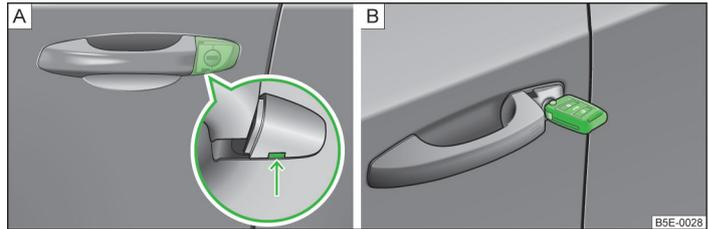

Abb. 209 Griff an der Fahrtür: abgedeckter Schließzylinder / Schließzylinder mit Schlüssel
- Den Fahrzeugschlüssel in die Aussparung an der Unterseite der Abdeckung im Pfeilbereich einschieben und diese nach oben klappen » Abb. 209 - [A].
- Den Fahrzeugschlüssel (die Tasten nach oben gerichtet) in den Schließzylinder stecken und das Fahrzeug ent- bzw. verriegeln » Abb. 209 - [B].